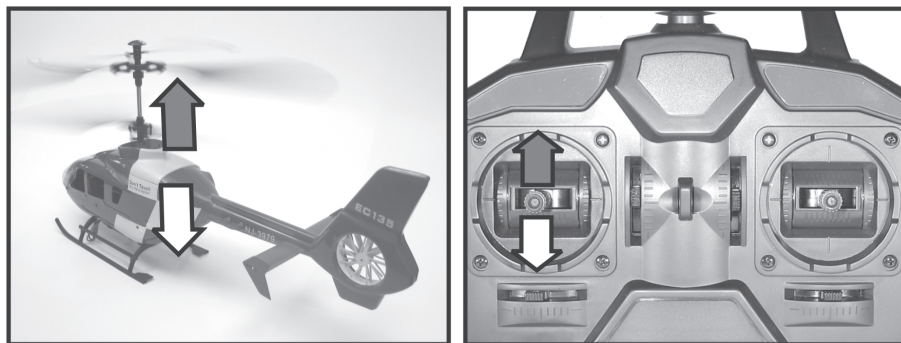

Figure 9
La fonction Pas permet de régler la hauteur de vol de l'hélicoptère (voir fig. 9). La commande s'effectue au moyen du levier de commande de gauche (voir également fig. 1, pos. 11).
Toutefois, si vous remarquez lors de l'équilibrage que votre hélicoptère réagit à l'encontre des différentes fonctions de commande illustrées dans la figure 9, vous pouvez commuter sur l'émetteur la direction de réaction du modèle pour chacune des fonctions de commande.